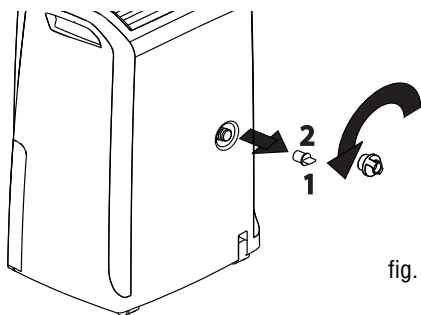

fig. 2
- 1) Gire el tapón de protección **1** en el sentido contrario de las agujas del reloj para desenroscarlo y quite el tapón de goma de la boquilla **2** (fig. 2).